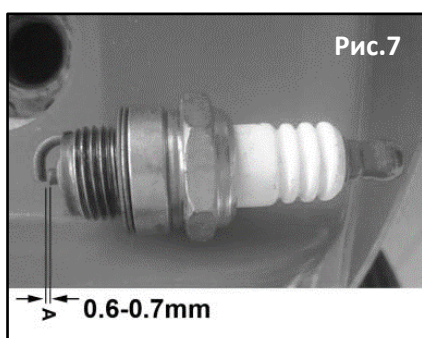

Рис.7
6.3. Проверка свечи зажигания (Рис.7).